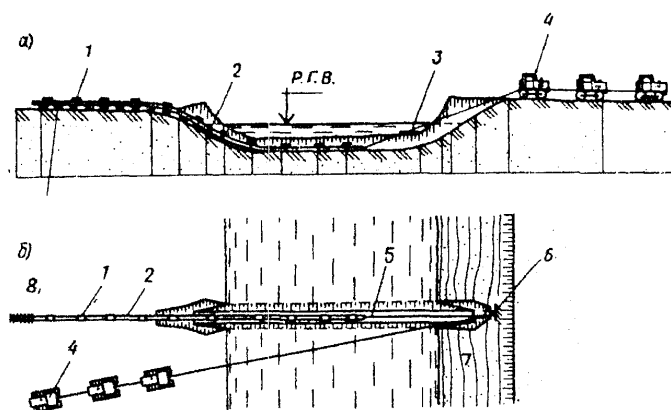

Рис. 7. Схема протаскивания трубопровода
1.66.67. Нормами таблицы Н-66-02-010 предусмотрено протаскивание трубопровода без балластных грузов по дну водоема или подводной траншеи по одной из следующих схем (рис. 7): протаскивание трубопровода тракторами или тракторными лебедками, находящимися на противоположном от спускового пути берегу реки; протаскивание трубопровода тракторами или тракторными лебедками, находящимися на том же берегу, что и плети трубопровода, через блок, установленный на противоположном берегу.